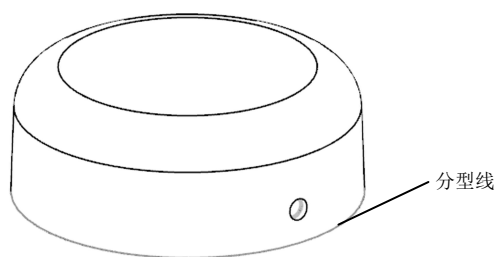

图 4-6 创建区域及分型线
(16) 单击“定义区域”按钮, 在【定义区域】对话框中勾选“☒ 创建区域”、“☒ 创建分型线”复选框。
(17) 单击“确定”按钮, 创建区域及分型线, 分型线在零件的口部, 呈灰白色, 如图 4-6 所示。